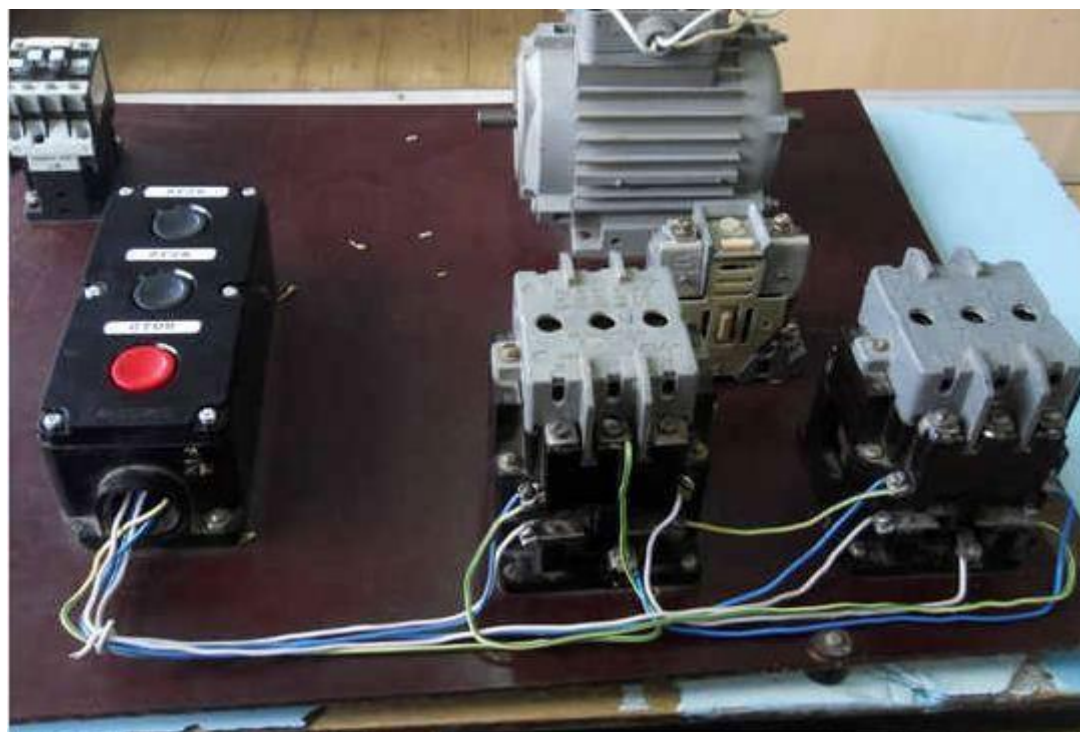

Рисунок 76 – Сборка кнопочного поста завершена
12. Закрывать крышку кнопочного поста (рисунок 76).